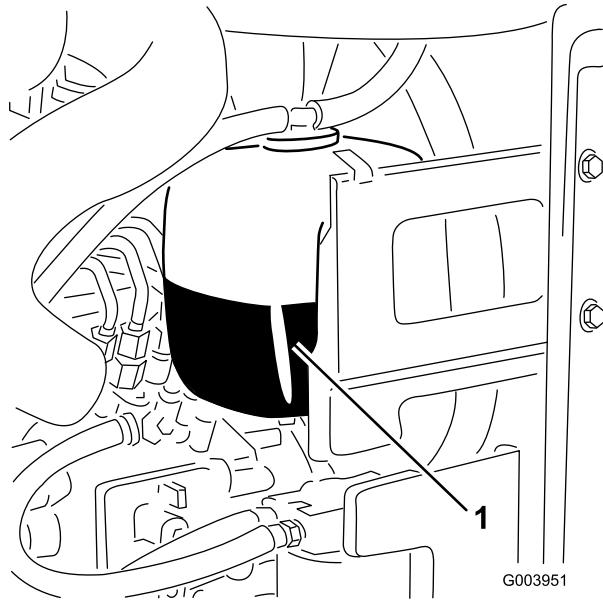

Figura 29
- Compruebe el nivel de refrigerante en el depósito de expansión (Figura 29).